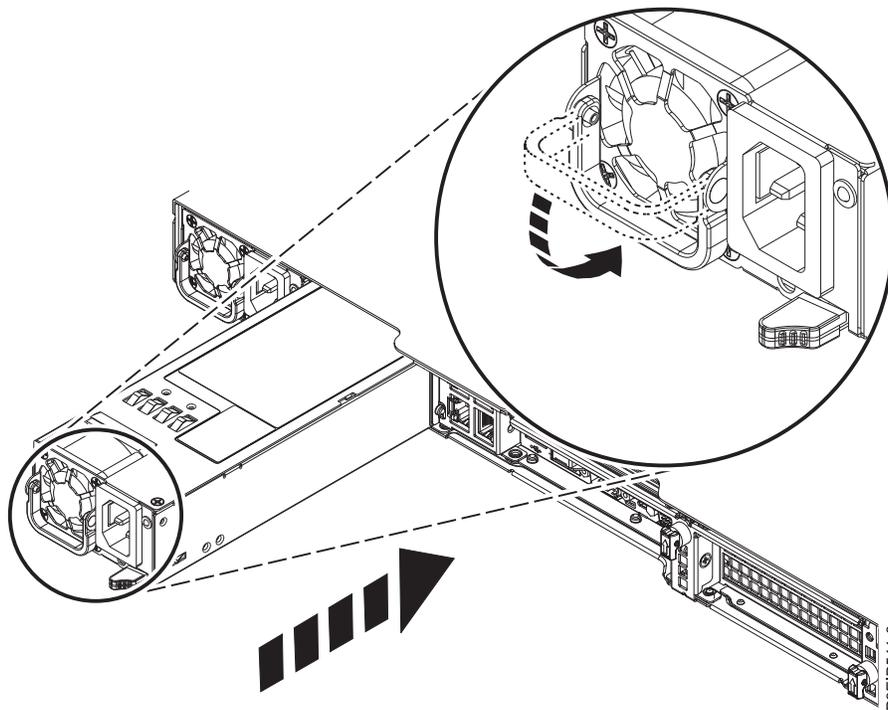

図 34. システムの電源装置の再取り付け
2. 電源装置をベイに位置合わせします (図 34 を参照)。ファンが左側にあり、プラグが右側にあるようにします。ラッチが所定の位置にロックされるまで、電源装置をシステム内に押し込みます。